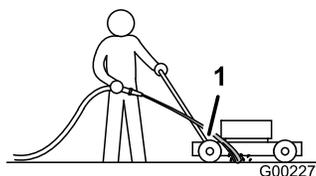

Figura 43
3. Mantenha a mangueira ligada ao nível do manípulo e direcione a água para fluir para o solo mesmo em frente do pneu traseiro direito (Figura 43).